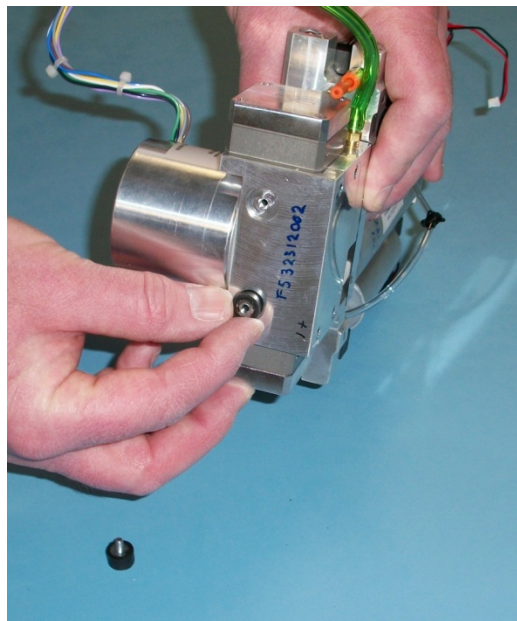

Abbildung 5.17
14. Entfernen Sie die beiden Befestigungen am Kompressor. (Siehe Abbildung 5.17)